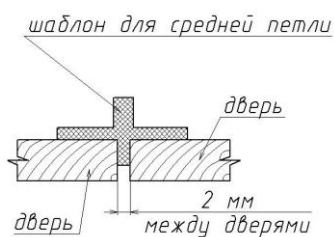

Рисунок 10
10. Используя шаблон шурупами 3,5x16 закрепите элемент средней петли со штифтом на двери поз. 5, 8 и ответную часть средней петли на двери поз. 6, 7. Установите ходовые элементы и нижние направляющие ролики на двери поз. 6, 7. **Рисунок 10, 13**.